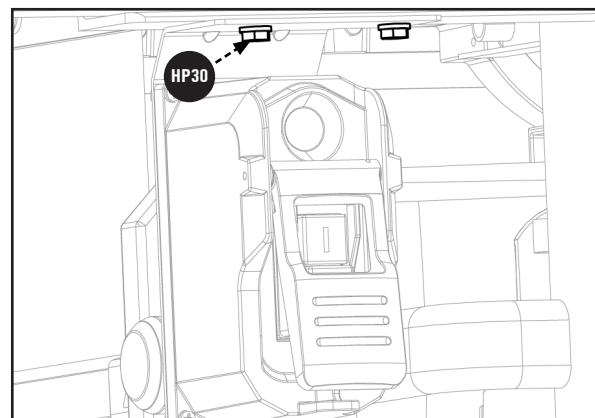

Figura 15
2. Alinee los dos orificios del soporte de la caja de interruptores con los orificios situados debajo del riel frontal, mostrados en la Figura 15, ubicados en el lado izquierdo de la sierra. Fije la caja de interruptores F3 al riel delantero con dos tornillos hexagonales de 1/4 20 x 1/2 pulgadas con arandela de seguridad dividida **HP19**.